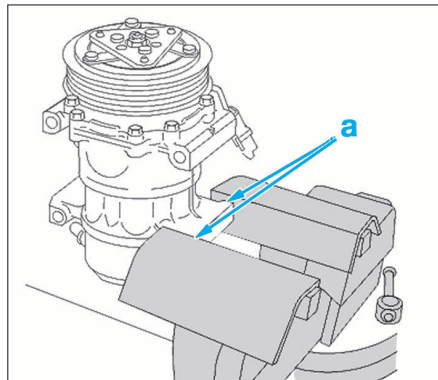

FIG. 42
- Poser le compresseur sur un étau comme illustré en (a) (Fig.42).